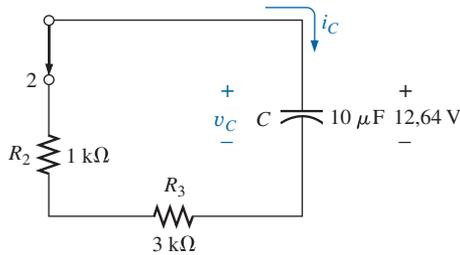

Figura 10.48 Circuito na Figura 10.47 quando a chave é movida para a posição 2 em $t = 1\tau$.
b) Com a chave na posição 2, o circuito aparece como mostra a Figura 10.48. A tensão em 1τ pode ser encontrada usando o fato de que a tensão é 63,2
A equação tem um sinal de menos porque o sentido da corrente de descarga é oposto àquele definido para a corrente na Figura 10.48. O gráfico resultante aparece na Figura 10.50.